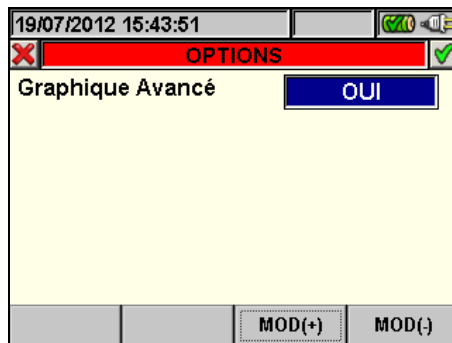

Fig. 142 : Options (Graphique Avancé)
- La touche **F4** (ou **OPTIONS** à l'écran) pour accéder à la page d'activation de « Graphique Avancé » (Fig. 142).